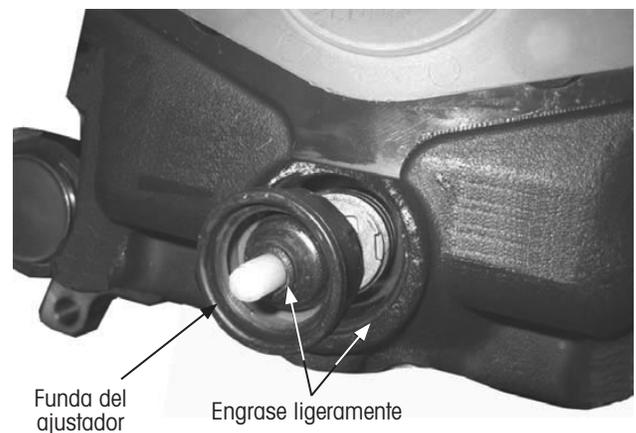

Figura 83: *Instalación de funda del ajustador*
6. **Engrase ligeramente** la nueva funda del ajustador solamente en el borde interior de la funda, como se indica en la Figura 83.